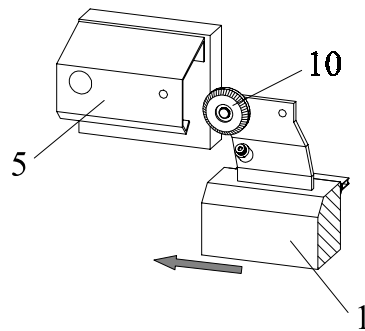
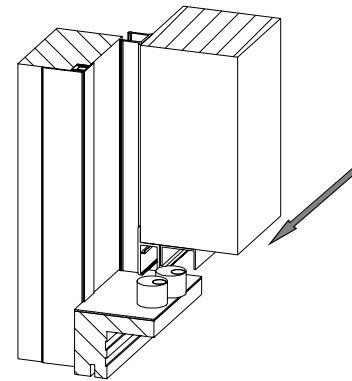

Bild 1.9 Laufwerk einführen
Bild 1.10 Türblatt einführen
- 1.10** Beim Einhängen des Türblattes (1) führen sie die Laufwerkrollen (10) in die Laufschiene (5) **Bild 1.9** Achten Sie darauf, dass die Bodenführungsrollen in die Bodenführungsschiene gleiten. **Bild 1.10** Schieben sie die Tür weiter bis zum Türanschlagspuffer vor.